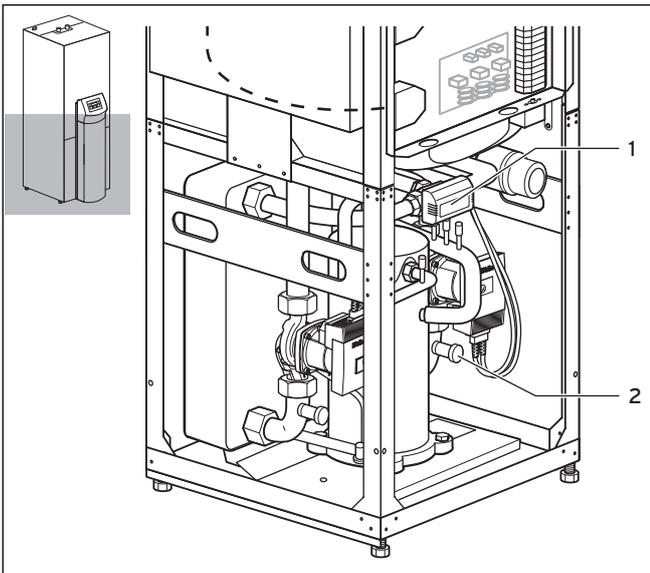

Abb. 6.1 Umschaltventil Heizung/Speicherladung und Füll- und Entleerungsventil des Heizkreises
- Nehmen Sie dazu die Schraubkappe am Füll- und Entleerungsventil des Heizkreises (→ **Abb. 6.1, Pos. 2**), ab und befestigen Sie das freie Ende des Füllschlauchs daran.